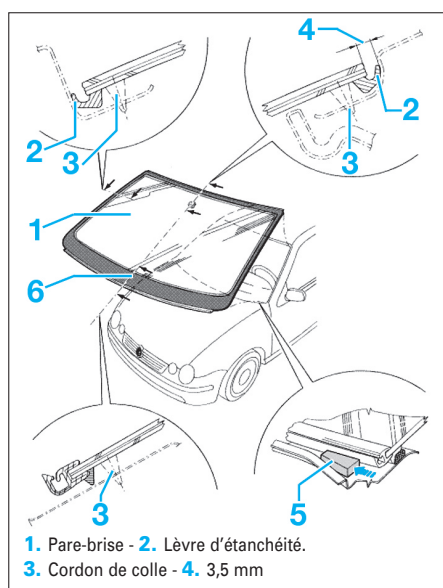

FIG. 3
- Préparer les ajustements comme illustré (Fig.3).
- Poser le pare-brise en tenant compte des ajustements (Fig.3).